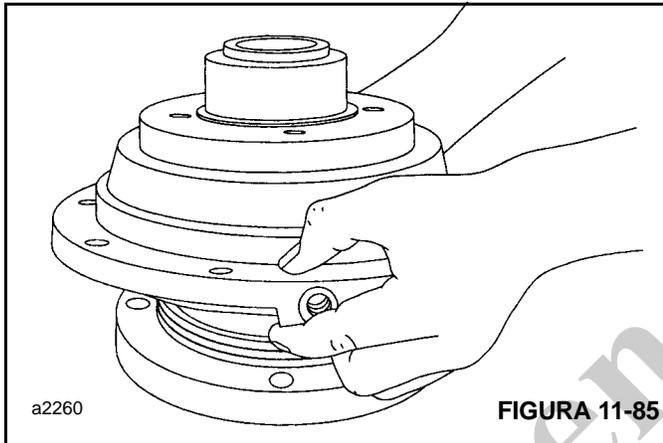

FIGURA 11-85
8. Aplique vaselina a toda a superfície de vedação do cilindro do freio e à vedação do pistão. Instale o cilindro do freio sobre o suporte do motor (Figura 11-85), tendo cuidado para evitar danos à vedação do pistão ou ao anel de vedação do suporte do motor. Pode ser necessário usar uma prensa para evitar prender o pistão durante a instalação.